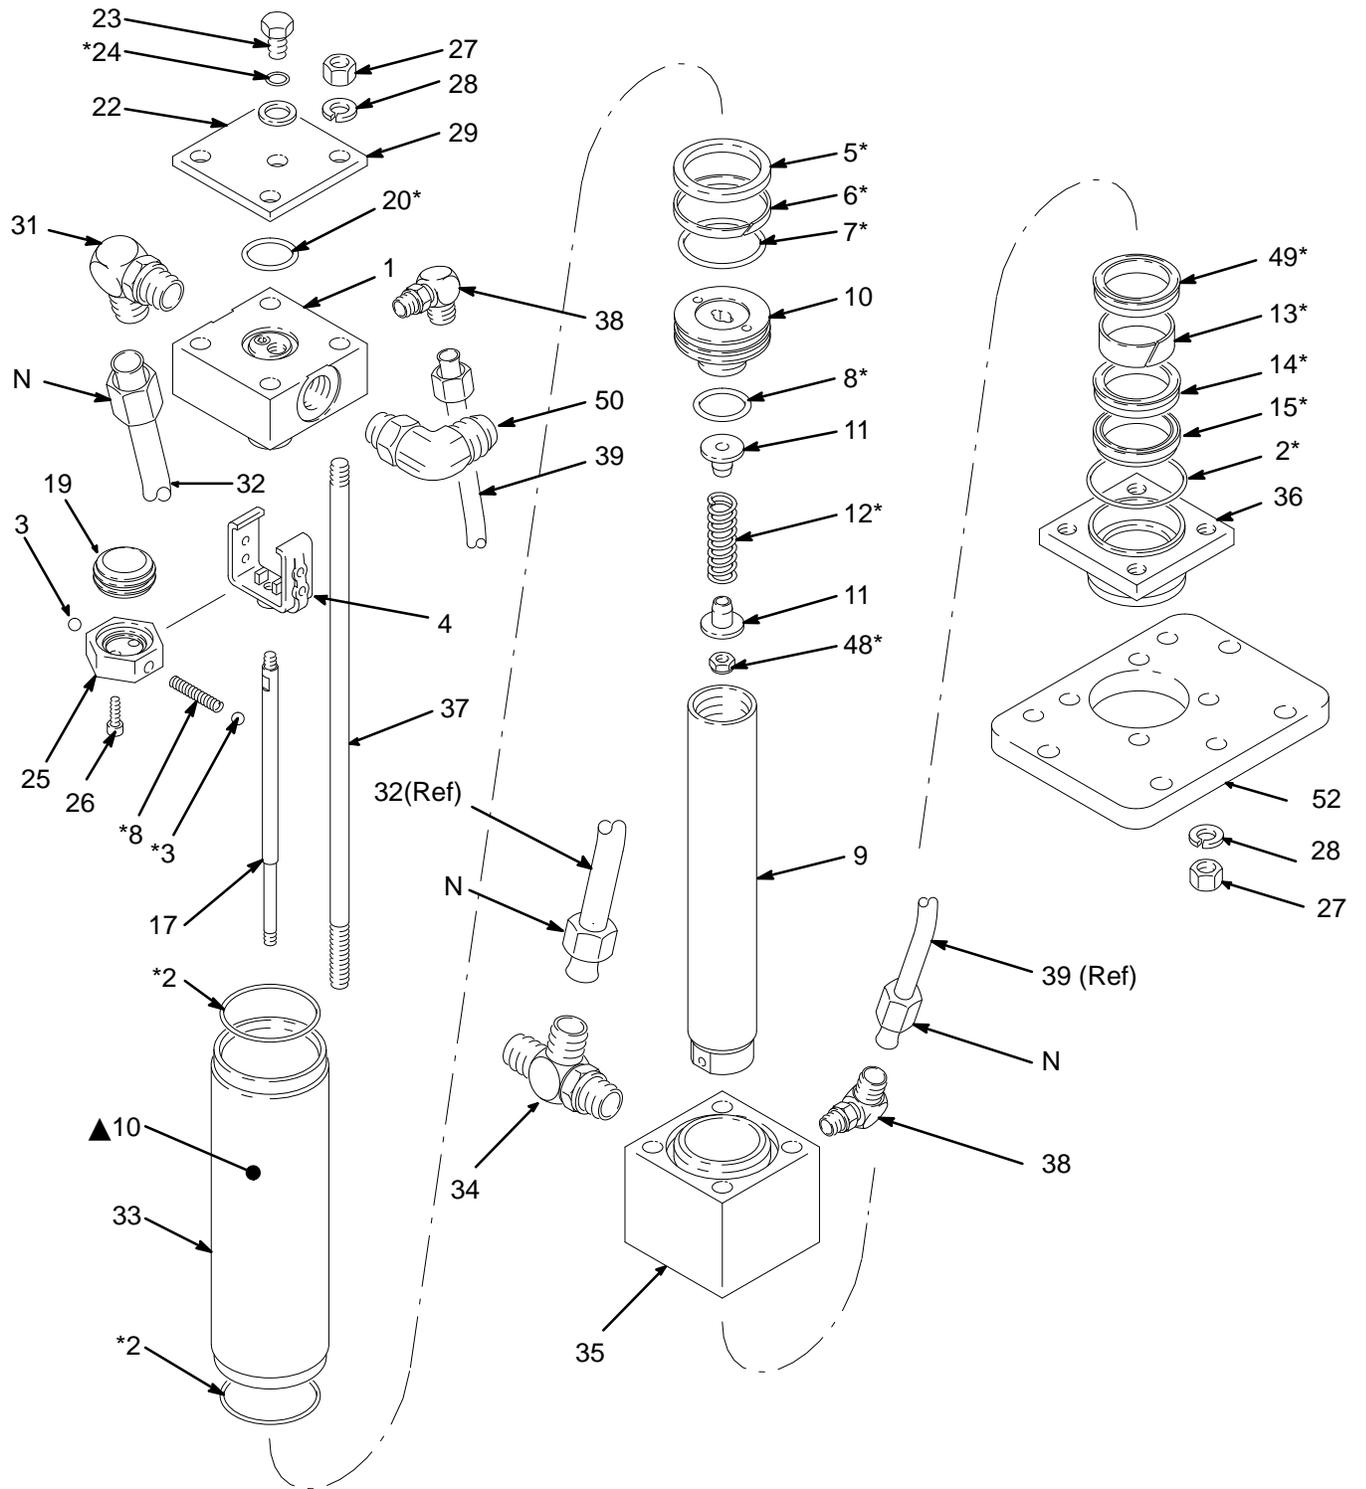

Fig. 1
2. **DESCONECTAR** las barras de conexión (37) del retenedor (36) y la placa de conexión y tirar de ellos a través de la parte superior del motor hidráulico. Será necesario extraer las cuatro tuercas inferiores (27) y las arandelas de seguridad (28).
3. Desenroscar las cuatro tuercas del tubo de fluido (N) y extraer los tubos (32, 39). Ver la Fig. 1. Dejar que drene el exceso de aceite del motor hidráulico y entonces tapar los conectores de fluido.
- b. Insertar el resorte (18*) y una bola (3*) dentro del tope de válvula (25). Inclinar el tope de válvula y comenzar a introducirlo dentro de la herramienta, asegurándose de que la bola se vaya deslizando dentro de la ranura redondeada en la herramienta.
- c. Colocar la segunda bola (3*) al otro extremo del resorte (18*) y empujarla con el dedo mientras se gira el tope de válvula (25) hasta que el resorte quede en posición horizontal y las bolas en su sitio. Mantener aguantado este conjunto.
- d. Alinear los extremos curvos de la horquilla con la estría del manguito de válvula y entonces apretar firmemente los conjuntos uno contra el otro. Asegurarse que las bolas encajen dentro **DE LOS** agujeros de retén superiores (H) de la horquilla (4) y que los extremos curvos de la horquilla se acoplen a la estría del manguito de válvula (19). Para extraer la herramienta, deslizarla sobre la varilla de disparo (17).
11. Colocar la culata inferior del cilindro (35) en una prensa de banco. Instalar la junta tórica (2*) en la culata. Colocar el cilindro sobre la culata inferior.
12. Instalar la junta tórica (2*) en el carrete superior de la válvula (1). Asegurarse que los conectores hidráulicos (31, 34 y 38) estén orientados como muestra la Fig. 1 y entonces deslizar la varilla de desplazamiento (9) y el pistón (16) dentro del cilindro (33) hasta que se asiente en la culata superior.